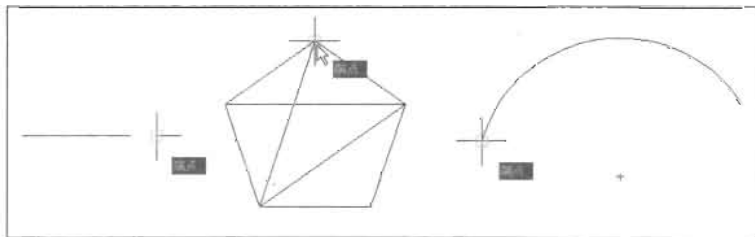

图 2-58
- 端点：捕捉直线、圆弧、多义线、椭圆弧、射线、样条曲线或多重线等对象的一个离拾取点最近的端点，如图 2-58 所示。